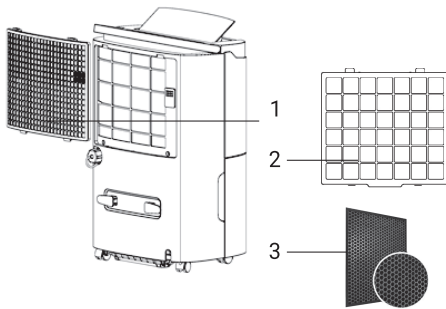

Рис. 1
- Во избежание повреждения прибора и поражения электрическим током не лейте на него воду. При загрязнении воздушного фильтра пылью уменьшается расход воздуха, и снижается производительность прибора. Рекомендуется проверять и чистить воздушный фильтр каждые 2 недели. Перед чисткой, во избежание поражения электрическим током, обязательно отключайте прибор от электросети. Для проведения чистки выполните все указанные на рис. 1 действия. Для очистки используйте мягкую хлопчатобумажную ткань, смоченную в теплом мыльном растворе.